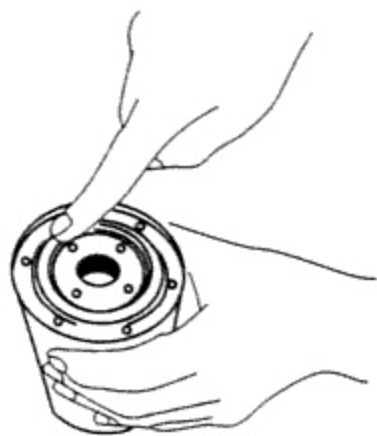

图 6-2-5 装配机油滤芯
(1) 在机油滤清器的 O 形圈上涂一薄层机油,见图 6-2-5 所示。